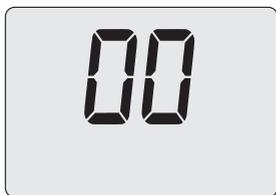

Figura 9.23
- Utilizando los botones 16 o 17 (Figura 9.19) se puede modificar el valor del parámetro P10 (00=**Myto Condens Basic 25S**) (Figura 9.23).